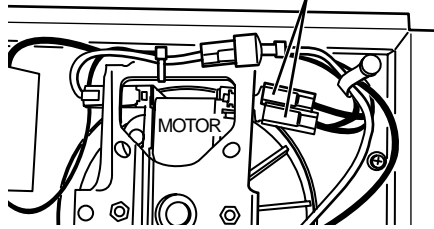

FIG. 11 - 120VAC TO 240VAC CONVERSION / CONVERSIÓN DE 120VCA A 240VCA
2. 120 VAC to 240 VAC Conversion (FIGS. 11 & 12)
2. Conversión de 120 VCA a 240 VCA (FIGS. 11 y 12)